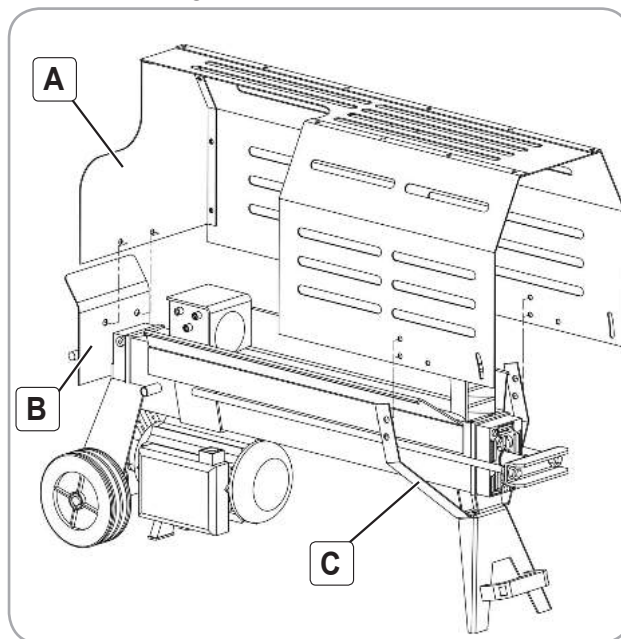

Fig.7
Conectați Protecția utilajului (A) cu Protecția manetei de control (B) și brida de fixare protecției (C) prin intermediul șuruburilor M8x16, șabnelor Ø8 și piulițele de blocare M8 conform Fig.7